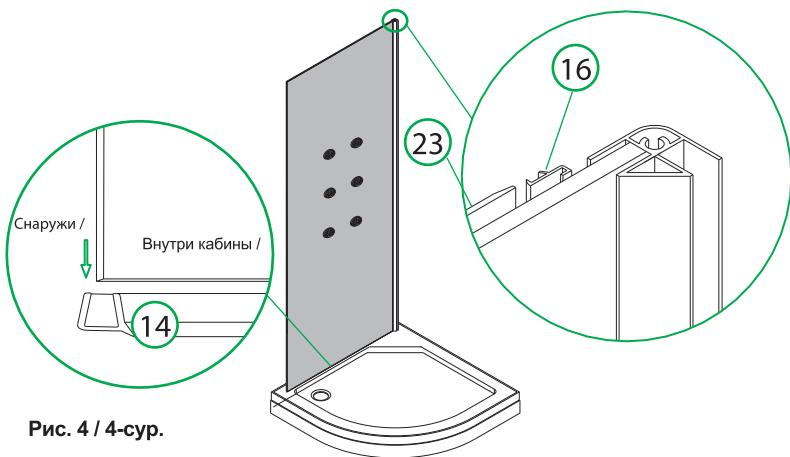

Рис. 4 / 4-сур.
1. Установите на поддон задние стеклянные панели, соединив их с помощью центрального алюминиевого профиля и уплотнителей (16) (рис. 4, 5).